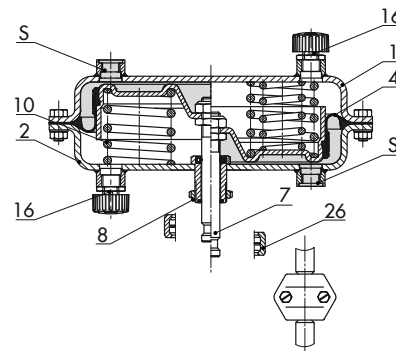

Bild 7: Typ 3271 · rechte Hälfte mit Zusatzfedern
Antriebe mit Antriebsfläche 175v2, 350v2, 355v2 und 750v2 cm2 sind mit einer durchgehenden Rollmembran ausgeführt (vgl. Bild 9). Bei Antrieben mit Antriebsfläche 350 cm2 ist die Membran geklemmt (vgl. Bild 7).
**Legende zu Bild 7 bis Bild 13**